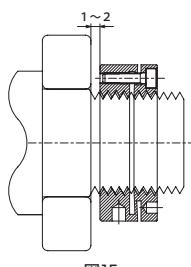

图 15
3. 接下来夹紧螺母上的夹紧螺丝按照对角线均等的拧紧，直至螺母与主轴螺丝之间的间隙消失。这时夹紧螺母的中心和主轴的中心是一致的，螺母的表面和共通轴呈直角。此外螺母的安装部和调整部的螺纹在周围提供均等的支撑。(图15)